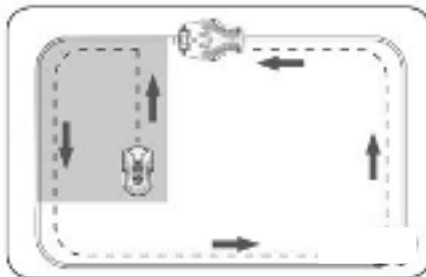

Рис. 20
9. МЕНЮ ПОЛЬЗОВАТЕЛЯ (ЦИФРОВОЙ ИНТЕРФЕЙС) (рис. 20 и 21)